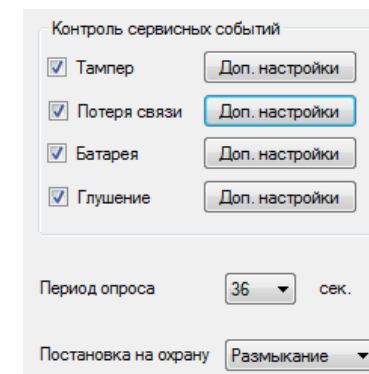

РИС. 23. Меню настройки сервисных выходов
6.5. Вход IN предназначен для подключения транзисторного выхода с централи (РИС. 23). При изменении состояния входа (Замыкание/Размыкание) весь набор подключенных к приемнику
❗ **Важно!** Будьте внимательны с настройками разных датчиков и их привязкой к зонам! Охранный датчик открытия двери/окна может быть настроен для работы в бистабильном режиме. Зона, в которую приписан такой датчик будет менять свое состояние в зависимости от состояния бистабильного датчика. Если зона, к которой приписаны датчики, работающие в импульсном режиме, и датчики, работающие в бистабильном режиме, активирована бистабильным датчиком, то срабатки импульсных датчиков будут игнорироваться до тех пор, пока бистабильный датчик не войдет в нормальное состояние. Например, если к одной зоне приписаны датчики движения, всегда работающие в импульсном режиме, и датчик открытия двери, настроенный на работу в бистабильном режиме, то в случае, если дверь была открыта, но не была закрыта – зона активируется и тревоги от датчиков движения приемником не воспринимаются! Если в помещении зафиксировано движение, а дверь при этом закрыта (бистабильный датчик в нормальном состоянии, зона не активна), то тревога, переданная датчиками движения, будет принята, охранная зона выдаст срабатку. Не забывайте, чем больше период опроса (РИС. 23) датчиков в секундах (изменяется в интервале 12–300 с, по умолчанию 36 с) тем больше срок службы батареи на беспроводных датчиках! В то же время не рекомендуется использовать большой период опроса в критичных к задержкам охранных системах, например, в финансовых учреждениях. Слишком большой период опроса увеличивает время отклика охранной системы на тревожное событие и влияет в целом на надежность и оперативность охраны.
6.6. Четыре выхода (Т, S, В, J) соответствуют сервисным зонам (РИС. 18). Сервисные зоны используются для передачи на централь служебной информации. Работа сервисных выходов настраиваемая (РИС. 23), они могут быть импульсными, а могут быть бистабильными. Предусмотрена возможность полного отключения сервисных выходов, если они не используются в охранной системе. Для отключения нужно убрать галочку из чекбокса напротив названия соответствующего выхода в конфигураторе (РИС. 23).